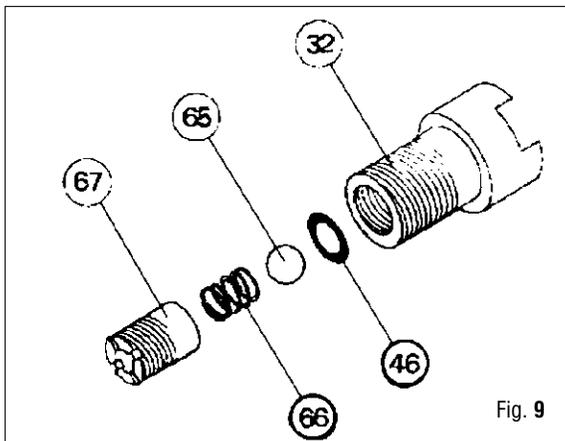

Fig. 9
28. Con un destornillador cruciforme, quite el prensa OR (67) y el muelle(66) (Fig. 9).
29. Quite la esfera (65) del cuerpo de la válvula (32).
30. Extraiga el OR (46) del cuerpo de la válvula.
31. Desplace la empuñadura(41) hasta el final del cañón (26).
32. Quite el OR (37) del asiento (39) de la varilla de regulación.
33. Con una llave de 7 mm destornille del cursor (38) la varilla de regulación (34-35-37-39).
21. Coloque el OR (46) en el asiento del cuerpo de la válvula de recarga (32) con la herramienta (A-13) (Fig. 9).
22. Centre la esfera (65) en el OR (46).
23. Coloque el muelle (66) en el interior del prensa OR (67).